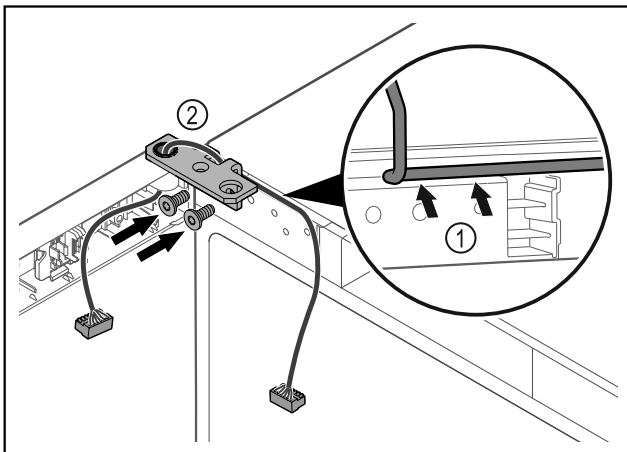

Fig. 47
- ▶ Prevlečte kábel cez vybranie uholníka závesu a opatrne ho položte Fig. 47 (1).
- ▶ Naskrutkujte uholník závesu Fig. 47 (2).